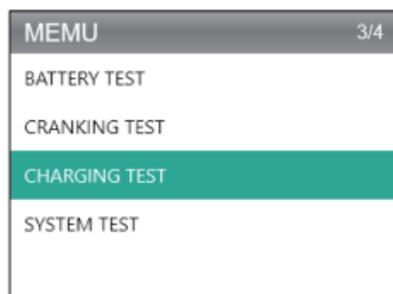

Figura 4.4.1
1. Selecciona Prueba de Carga y presiona [OK]. (Ver la Figura 4.4.1)